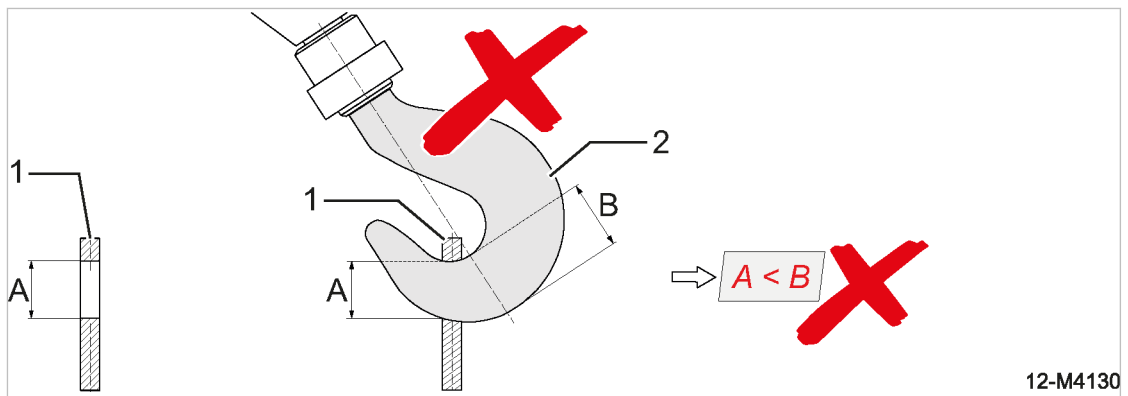

Fig. 60 Ejemplo: Gancho de grúa mal enganchado
- No levantar la máquina con grúa en ningún caso, ver ilustración 60.